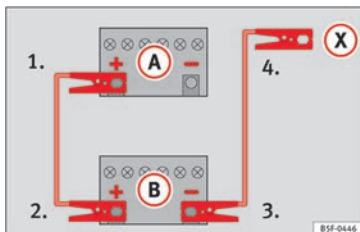

Fig. 77 Schema elettrico per i veicoli non dotati di sistema Start&Stop.
2. Collegare un'estremità del cavo di emergenza **rosso** al polo positivo **(+)** del veicolo con la batteria scarica **(A)** » **fig. 77**.
4. *Nei veicoli senza sistema Start/Stop:* collegare un'estremità del cavo **nero** di emergenza al polo negativo **(-)** del veicolo che eroga la corrente **(B)** » **fig. 77**.